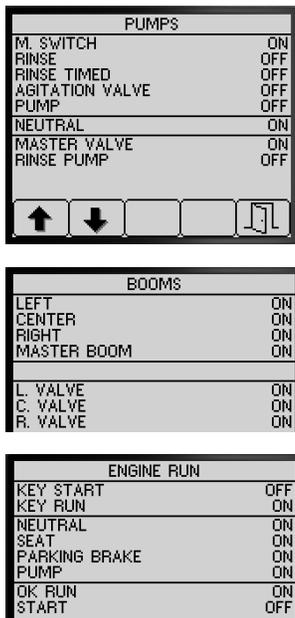

图 85
3. 按 1 号或 2 号按钮导航并查看打药机系统的输入和输出状况信息图 85。